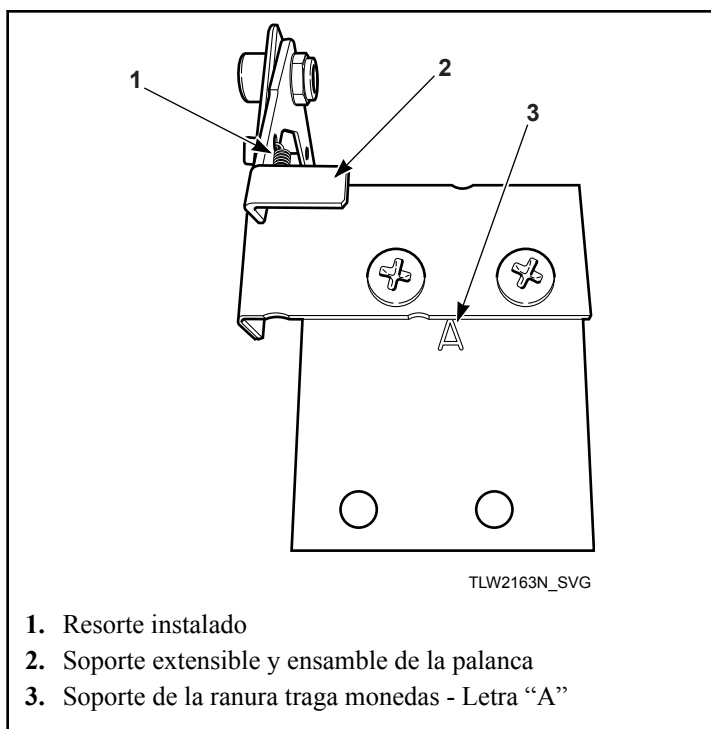

Figura 37
5. Instale el soporte extensible y el ensamble de la palanca sobre el soporte de la ranura traga monedas utilizando dos tornillos y contratuerzas. Consulte *Figura 37*.
**IMPORTANTE:** Instale el soporte de la ranura traga monedas con el lado "A" hacia arriba y hacia el soporte extensible y el ensamble de la palanca. Consulte *Figura 37*.